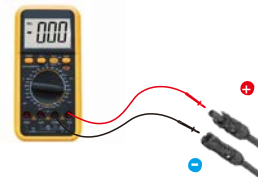
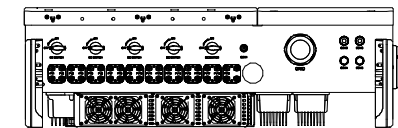

Figura 3.22 Misurazione multimetro
Figura 3.23 Collegare i connettori CC all'inverter
5. Misurare la tensione FV dell'ingresso CC con il multimetro, verificare la polarità del cavo di ingresso CC (vedere la figura 3.22) e assicurarsi che ogni la tensione di ogni stringa rientri nell'intervallo di funzionamento dell'inverter. Collegare il connettore CC con l'inverter: un lieve clic indica che la connessione è stata completata correttamente (vedere la figura 3.23)